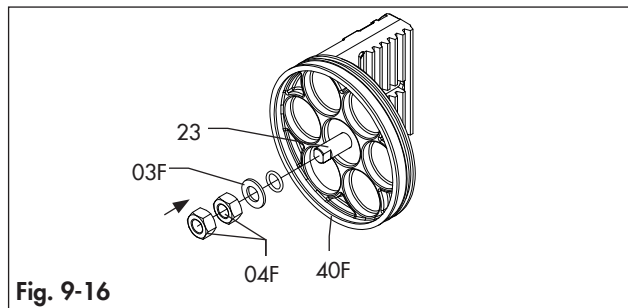

Fig. 9-16
- aperte os parafusos de paragem (221G / 222G/24) nas tampas das extremidades (30R / 30E) como mostrado na Fig. 9-16.